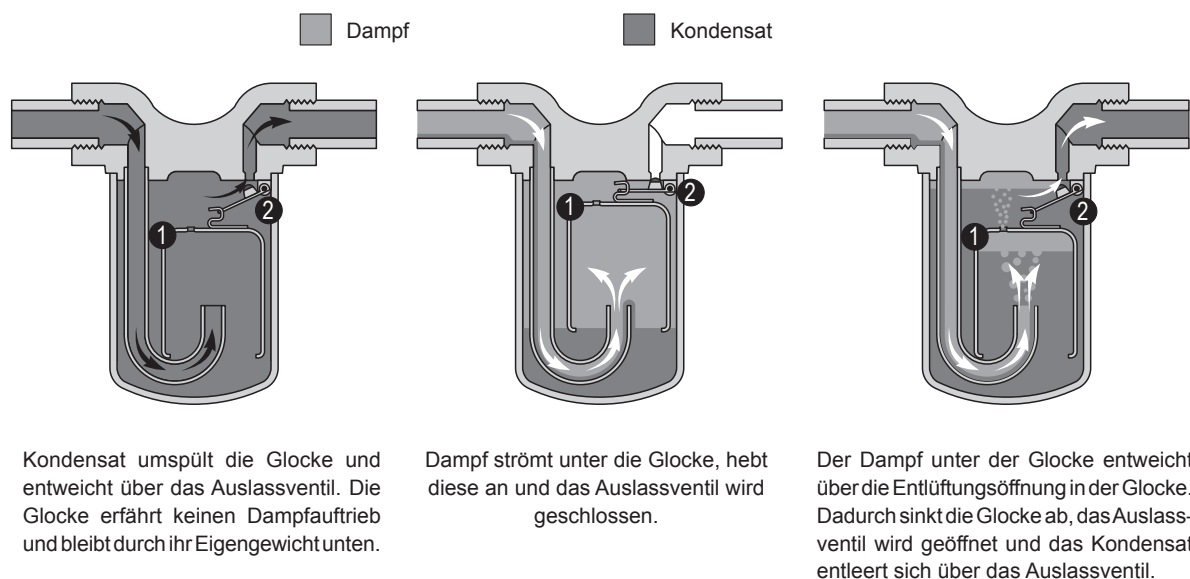

Abb. 20: Funktionsweise Glockenschwimmer Kondensatableiter
Bei sehr grossen Kondensatmengen wird die Glocke komplett mit Kondensat umspült. Dieses entweicht über das Auslassventil (2) (siehe Abb. 20, links).
Der einströmende Dampf hebt die Glocke (1) auf Grund der Auftriebskraft an und das Auslassventil (2) wird über einen Hebel geschlossen (siehe Abb. 20, mitte).
Auch wenn kein frisches Kondensat in den Ableiter strömt, kondensiert der Dampf unter der Glocke langsam oder entweicht über die Entlüftungsbohrung, so dass die Glocke sinkt. Das Auslassventil (2) öffnet sich und das Kondensat entweicht (siehe Abb. 20, rechts).
Die Entlüftung findet langsam über eine kleine Bohrung oben in der Glocke statt. Glockenschwimmer haben deshalb immer einen kleinen Dampfverlust und sind nicht effiziente Entlüfter (siehe Abb. 20, rechts).